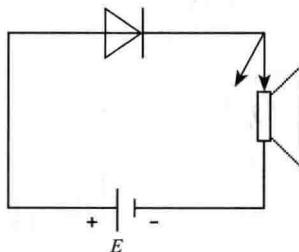

图 1-3 用电池和扬声器判别二极管的正、负极
⑤用电池和扬声器来判别二极管的正、负极。如图 1-3 所示，将一节电池和一个扬声器（或耳机）与被测二极管构成串联电路，然后将二极管的一端引线断续触碰扬声器，再把二极管倒头再测一次。以听到“咯咯”声较大的一次为准，与电池正极相接的那一根引线为正极，另一根为负极。